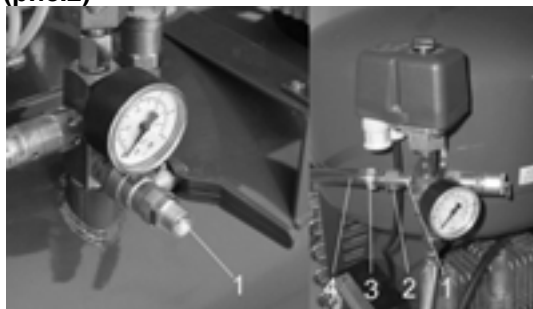

Рис.2
8.2. Присоединительный элемент сжатого воздуха (рис.2)